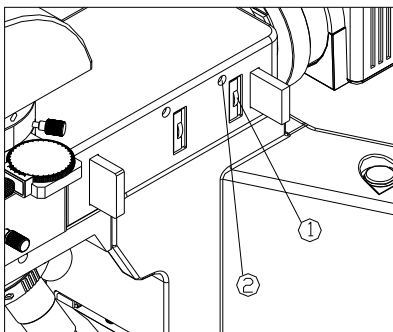

图 27
孔径光阑大小的变化方向与视场光阑相同，通过调节孔径光阑孔转盘①来控制光阑的大小。调节左右两个孔径光阑调中螺钉②，可以将孔径光阑的像调到孔径中心。（如图 27）